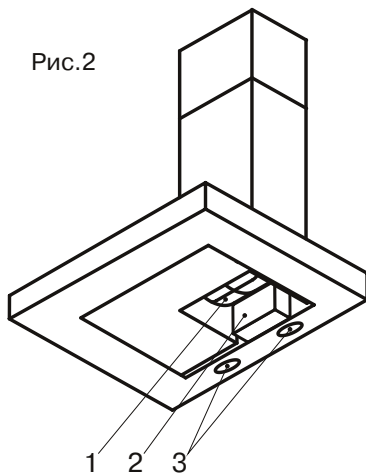

Рис. 4
- 3.Переходной фланец с анти-возвратным клапаном (если он не установлен) (Рис. 4).